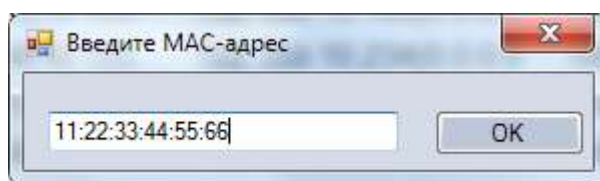

Рисунок 9 – Окно ввода MAC-адреса модуля CPU
- 3) Если поиск не дал результатов, следует провести поиск модуля по MAC-адресу. Для этого в окне плагина MK500 IODevice следует нажать кнопку «Поиск по MAC», в открывшемся окне ввести MAC-адрес порта ETH1 желаемого модуля (MAC-адреса портов модулей CPU нанесены на боковую стенку корпуса) и нажать кнопку «ОК» (см. Рисунок 9).